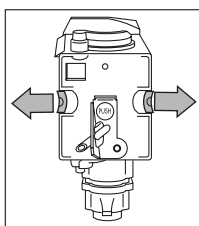

Abb. 44
- ▶ Stellen Sie sicher, dass die beiden rote Knöpfe nach dem Einsetzen wieder herausgesprungen sind (Abb. 44).